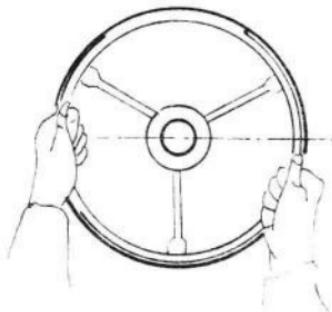

图 1—1 方向盘的握法
2. 两手在方向盘上的正确位置是(按时钟表面 12 时的位置)：左手在 9—10 时之间，右手在 3—4 时之间。操作时以左手为主，右手为辅，相互配合(如图 1—1 所示。)